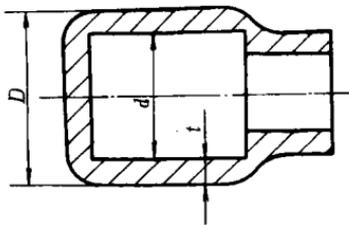

图 1
1. 一工件见图 1 所示, 如何用钢直尺, 外卡钳、弹簧内卡钳测量其壁厚?